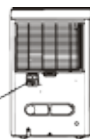

Fig. 9
- Scoateți dopul din spatele aparatului. Atașați un furtun de evacuare și întreprățiți-l spre scurgerea din pardoseală sau către o instalație de drenaj adecvat (vezi Fig. 9 și 10).